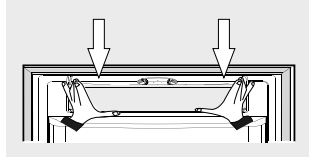

Figura 43
- Antes de llenar su tanque, asegúrese que éste se encuentre en una posición estable asentado totalmente contra la contrapuerta. (Figura 43).